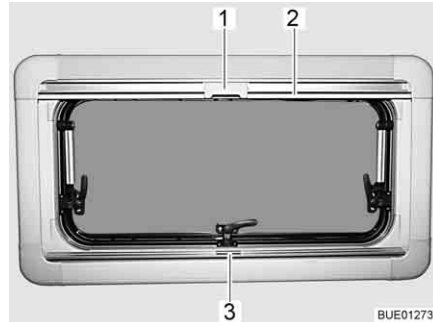

Fig. 79 Finestra apribile
Chiusura: ■ Afferrare la tendina oscurante pieghevole per la parte centrale della barra di presa (Fig. 79,3), tirarla dal basso verso l'alto e rilasciarla nella posizione desiderata. La tendina oscurante pieghevole rimane in questa posizione.
Chiusura: ■ Tirare la zanzariera a rullo accompagnandola con la barra di presa (Fig. 79,2) verso il basso, fino a quando la barra di presa non arriva a contatto con la tendina oscurante pieghevole (Fig. 79,3).
■ Bloccare l'aggancio (Fig. 79,1) della zanzariera a rullo nella barra di presa della tendina oscurante pieghevole.
Apertura: ■ Premere in alto all'indietro l'aggancio (Fig. 79,1) sulla zanzariera a rullo.
■ Ricondurre lentamente la zanzariera a rullo accompagnandola con la barra di presa (Fig. 79,2).